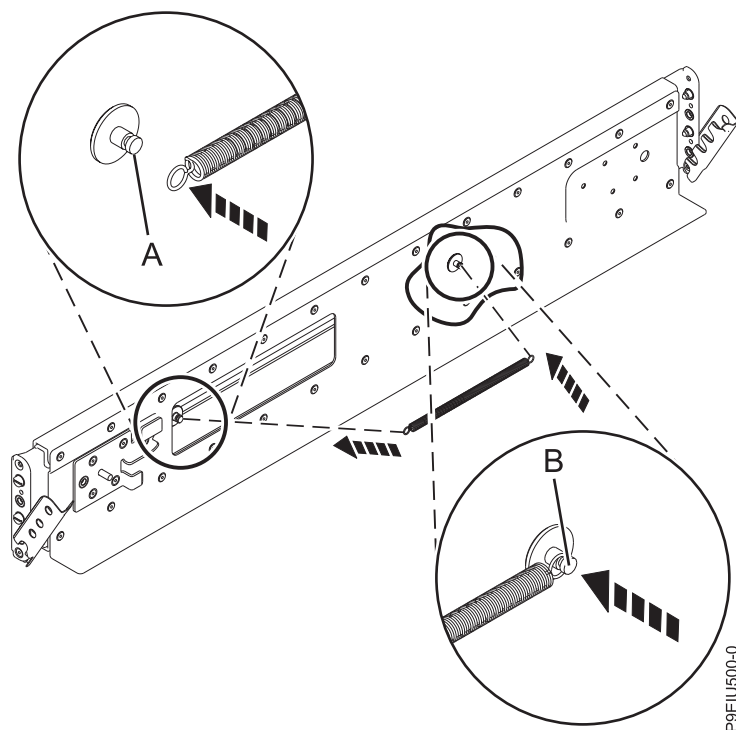

Figura 3. Instalación del muelle en el riel
4. Coloque el muelle en el riel enganchando un extremo en uno de los empalmes circulares, (A), y el otro extremo en el otro empalme circular, (B), tal como se muestra en la Figura 3 en la página 5.